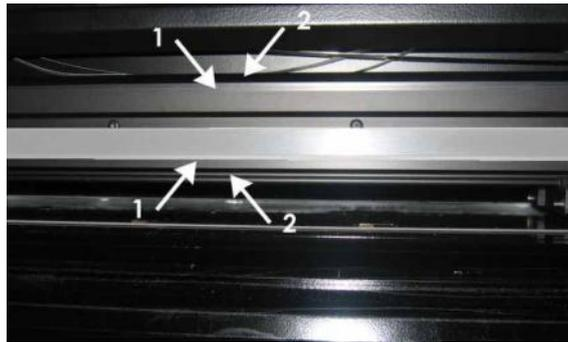

FIGURA 5-4
Há 4 áreas no guia-Y em qual o cabeçote de corte desliza da direita para esquerda. Duas áreas (1) são visíveis na parte da frente do guia. As outras duas superfícies (2) se encontram na parte detrás do guia, diretamente atrás das áreas que são visíveis na frente (veja figura 5-4 abaixo). O formato da barra de guia-Y variar de acordo com o modelo da cortadora. As áreas porém, sempre se encontram acima e abaixo do guia.